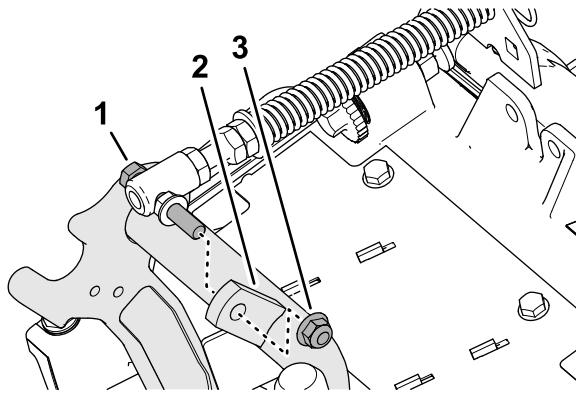

**Рисунок 8**
2. Удалите 2 фланцевые контргайки (3/8 дюйма) и 2 каретных болта (3/8 x 1¼ дюйма), которые крепят кронштейн компенсатора состояния грунта к раме режущего блока (Рисунок 8).